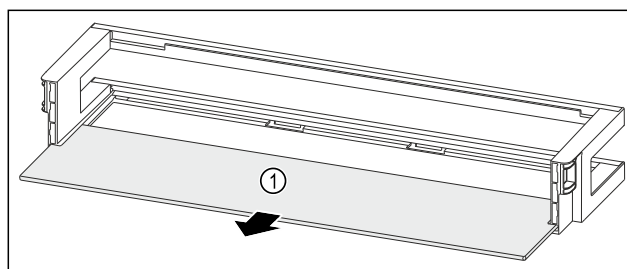

Fig. 120 Balconnet de contre-porte avec tablette de rangement
- ▶ Retirer la tablette de rangement Fig. 120 (1).